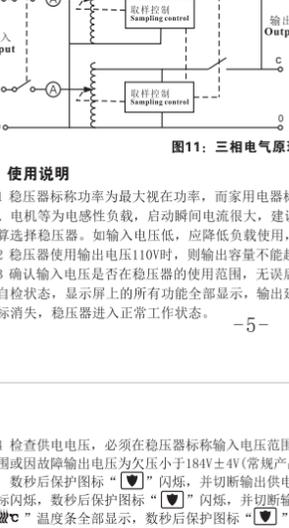

图5: 后板部分:
3.4 TND3-2000VA高精度全自动稳压器后板外形见图5: